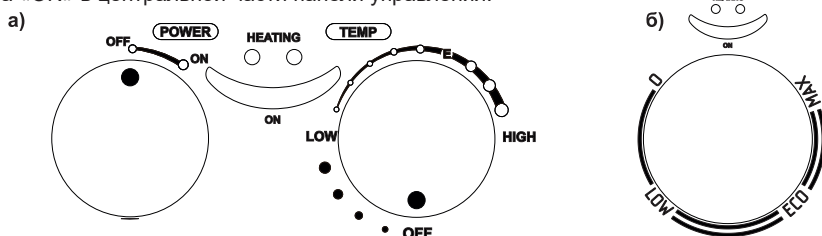

Рис. 3 Ручки управления водонагревателя: а) «WH» модели, б) «TT WH» модели
**5.4. Панель управления** (Рис. 3) состоит из:
7.1.5. Для включения водонагревателя в моделях, оснащенных выключателем (Рис. 3, а) необходимо повернуть ручку «POWER» в положение «ON». В моделях, оснащенных только ручкой регулировки (Рис. 3, б) при подключении вилки к розетке загорится индикаторная лампа «ON» в центральной части панели управления.
7.2.1. В моделях, оснащенных регулятором температуры (Рис. 3), температура нагрева воды может регулироваться ручкой, соединенной с термостатом в соответствии с обозначениями.
7.2.2. Температура устанавливается вращением ручки регулировки (Рис. 3, а, «TEMP») по часовой стрелке для увеличения температуры нагрева и против часовой стрелки для ее уменьшения.
7.2.3. Индикаторная лампа (Рис. 3, «HEATING») будет постоянно гореть во время фазы нагрева и погаснет после достижения заданной температуры.
7.2.4. Рекомендуется установить регулировочный винт термостата в положение (Рис. 3, а, «Е» и б. «ЕСО», соответствующее примерно 75% от максимального. В этом случае водонагреватель работает в экономичном режиме, значительно снижая скорость образования накипи.